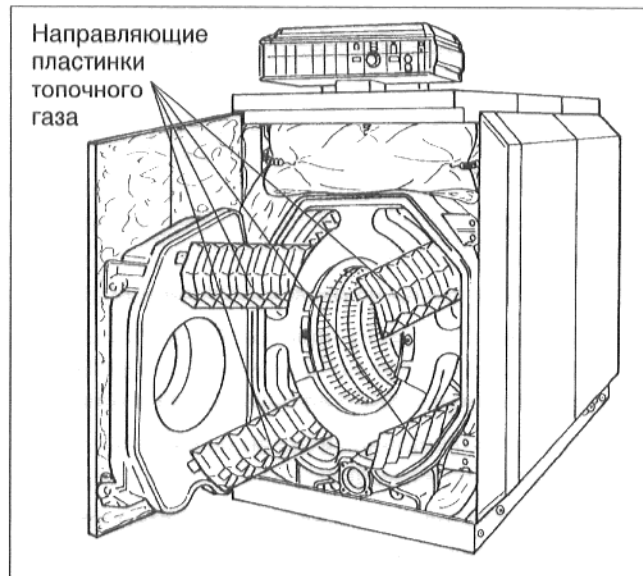

Рис. 54
- Вытащить направляющие пластинки топочного газа, в направлении вперед, из каналов топочного газа (рис. 54).